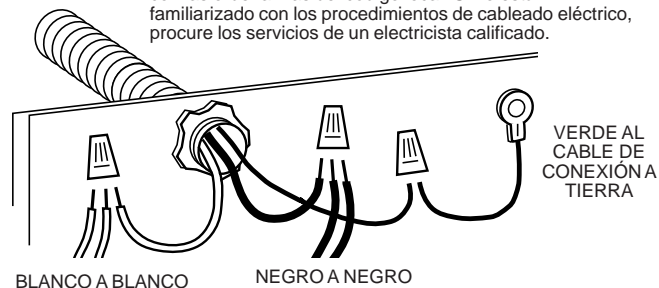

FIG. 3
- Peel paper backing from two (2) pressure plates and affix plates to backside of mirror door at upper-left and lower-left corners. (FIG. 3)
- Slide hinge bracket(s) over top of door(s) and lightly tighten screws against pressure plate(s). (FIG. 3)
2. Quite el soporte de papel de las dos (2) placas de presión y péguelas en la parte posterior de la puerta de espejo en las esquinas superior izquierda e inferior izquierda (Fig. 3).
3. Deslice la ménsula o ménsulas de articulación sobre la parte superior de la puerta o puertas y apriete ligeramente los tornillos sobre la placa o placas de presión (Fig. 3)